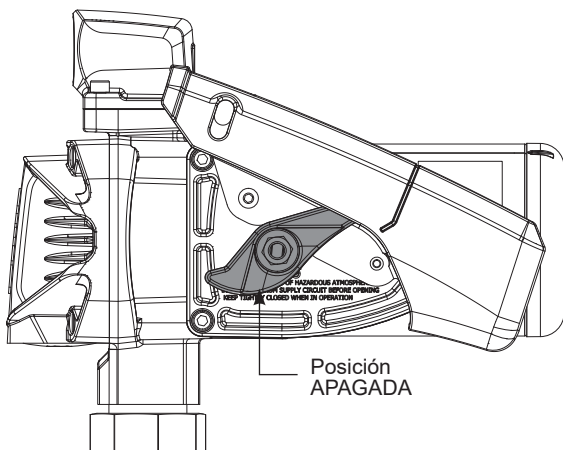

Figura 9
3. Coloque la boquilla en la cubierta de la boquilla en el extremo de la carcasa del motor de la bomba. Tenga en cuenta que la boquilla no se puede colocar en la cubierta a menos que el interruptor de la bomba esté APAGADO (vea Figura 9).